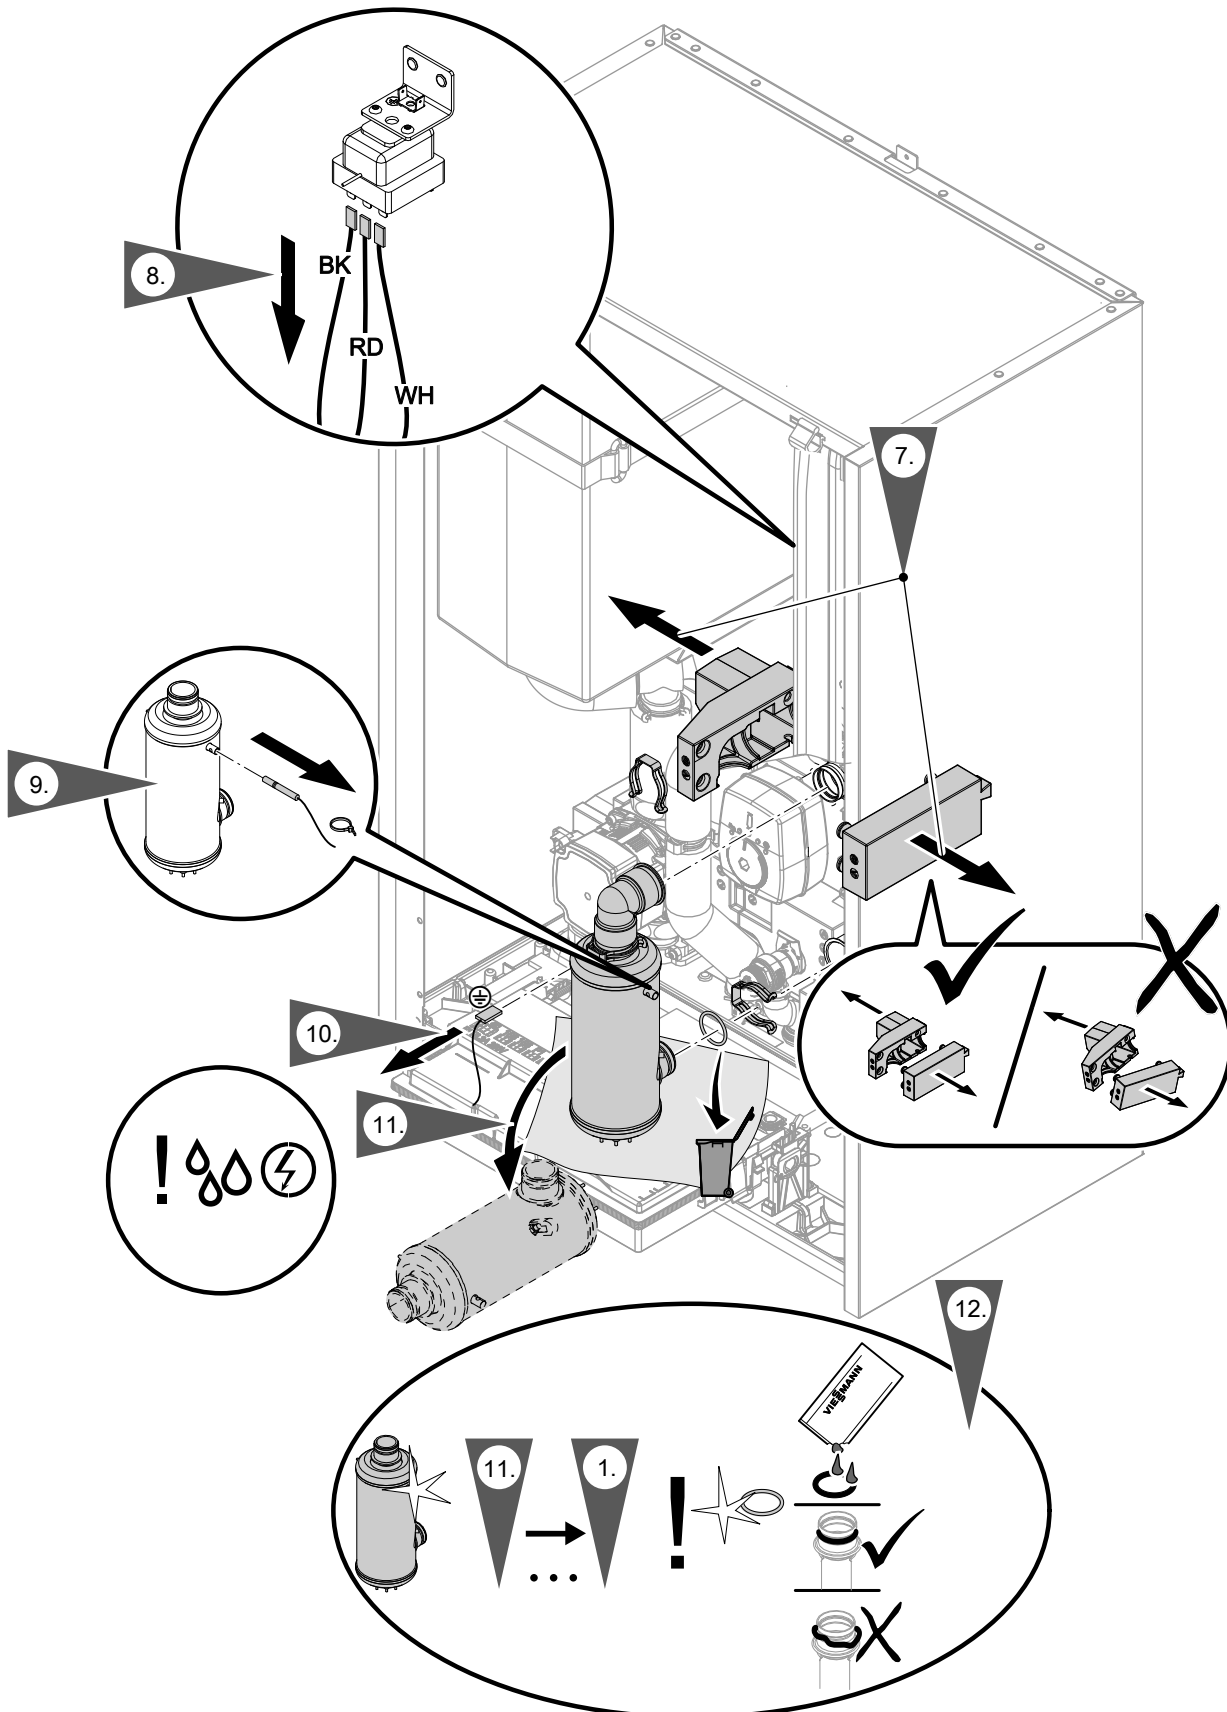

Abb. 92 Farbkenzeichnung der am Sicherheitstemperaturbegrenzer angeschlossenen Adern beachten (gemäß IEC 60757):
- Temperatursensor am Heizwasser-Durchlauferhitzer und elektrische Leitungen am Sicherheitstemperaturbegrenzer: Siehe Abb. 92.